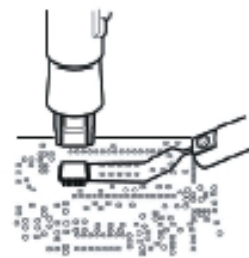

Рисунок 4
2. Поместите специальный инструмент для поднятия микросхем в виде проволочной вилки (pick-up puller, вспомогательный инструмент, приобретаются отдельно) под выводы микросхемы. Если микросхема не соответствует размеру инструмента, то отрегулируйте ширину захвата вилки, надавив на ее проволочный зацеп (Рисунок 4). В случае демонтажа микросхем в корпусах SOP и PLCC для их снятия используйте пинцет или подобный ему инструмент.